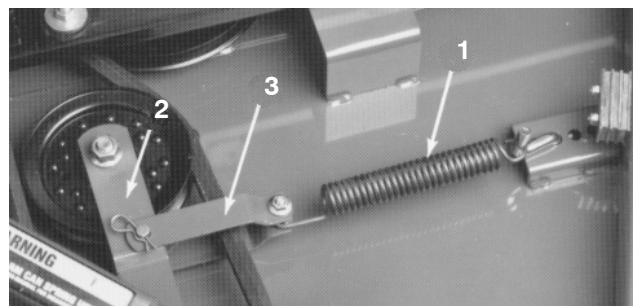

Bild 21
2. Haken Sie die Feder von der Spannarmhalterung aus, um die Riemenspannung zu lösen (Bild 21). Nehmen Sie den Splint und den Lastösenbolzen ab, mit denen die Spannarmhalterung am Spannarm befestigt ist.
7. Befestigen Sie die Spannarmhalterung mit dem Lastösenbolzen und dem Splint am Spannarm (Bild 21). Haken Sie die Feder in der Spannarmhalterung ein. Verlängern Sie die Feder auf ungefähr 18 cm, um die richtige Spannung des Treibriemens sicherzustellen. Wenn die Feder nicht auf diesen Wert verlängert ist, setzen Sie die Federstange in ein anderes Befestigungsloch, das weiter vom Riemen entfernt ist.